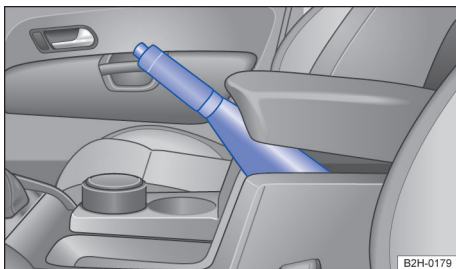

Fig. 113 Entre os bancos dianteiros: freio de mão.
- Puxar a alavanca do freio de mão com firmeza para cima com o botão bloqueador pressionado → Fig. 113.
- Puxar a alavanca do freio de estacionamento um pouco para cima e pressionar o botão bloqueador → Fig. 113.